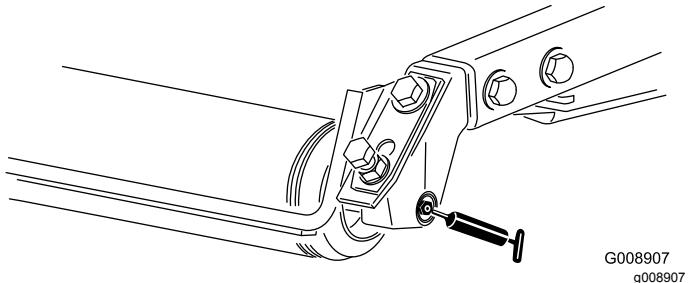

Figura 36
- Cuscinetti a rulli posteriori (2 per apparato di taglio)—Figura 36